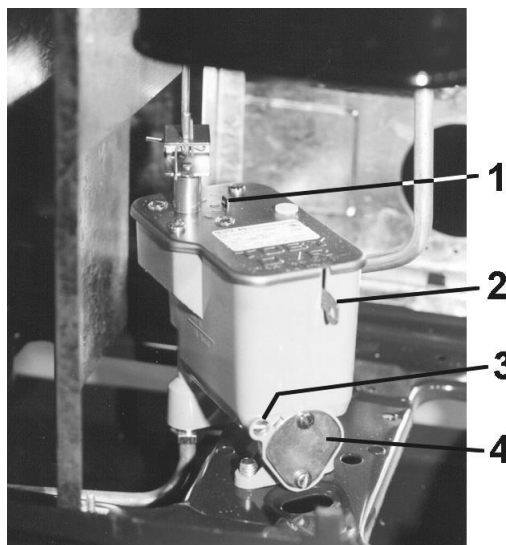

Abbildung 20: Ölregler
Wichtig: Vor der ersten Inbetriebnahme Ihres Gerätes müssen Sie den **Sicherheitshebel** (Reglerfalle) des Ölreglers (Fabrikat: TOBY DVR, siehe Abbildung 20) **anheben**, danach fällt dieser Hebel von selbst wieder hinunter. Dadurch wird die Ölzufuhr vom Öltank bzw. von der zentralen Ölversorgung zum Ölregler freigegeben.
1. Filterdeckel am Ölregler (2 Schrauben) und Filterdichtung abnehmen und Öl auffangen (Abbildung 20).
In seltenen Fällen kann es passieren, daß der Dosierstab im Ölregler verschmutzt, dadurch kann der Öldurchfluß behindert oder sogar völlig unterbunden werden. Dies können Sie eventuell folgendermaßen beheben: Leistungsregler auf höchste Stellung „6“ stellen und den Betätigungsstift am Ölreglerdeckel (siehe Abbildung 20) kräftig antippen. Danach Leistungsregler wieder auf „0“ drehen.
Eventuell müssen Sie den Sicherheitshebel (Reglerfalle) des Ölreglers (siehe Abbildung 20) nach oben drücken, um den Ölzufuß zum Regler freizugeben (siehe Kapitel 11.3.).